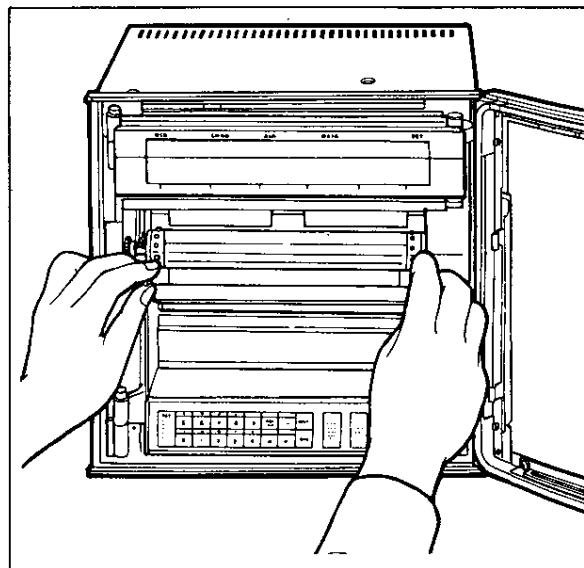
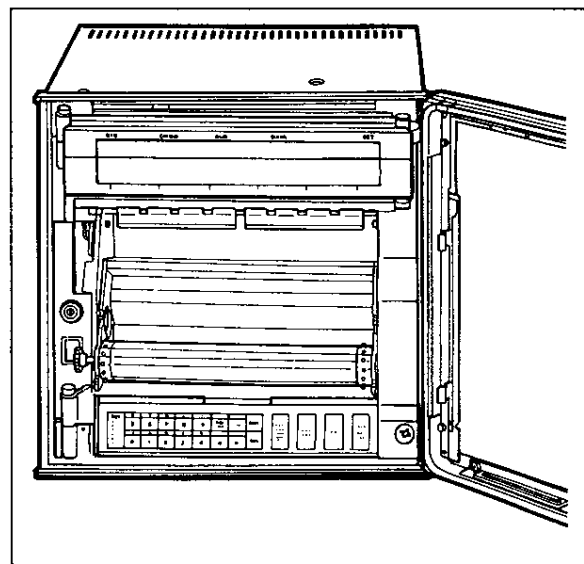

図 5.3
図 5.4
- (4) 図5.3に示すように、記録紙収納部両端の金具をもって下にさげるとプラテンと一緒にさがり一旦止ります。さらに、下にさげると記録紙収納部が現われます(図5.4)。